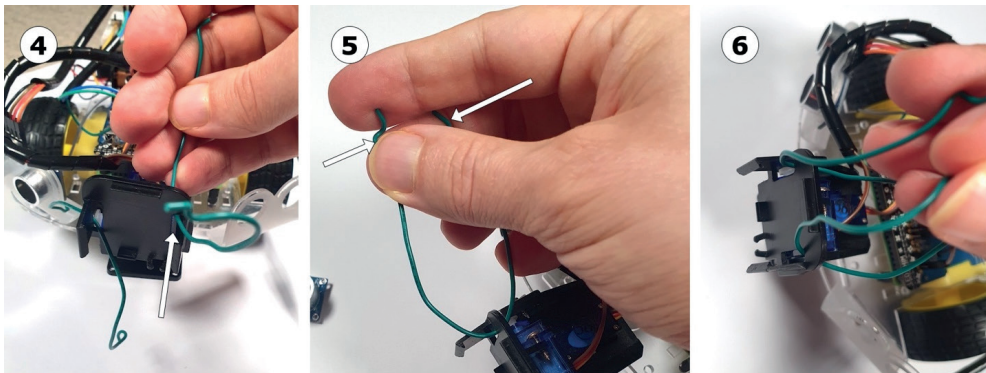

Рис. 10.18. Шаги 4–6. Продеваем провода через отверстия
4. Проденьте провода через отверстия на обеих сторонах механизма, как показано на рис. 10.18.